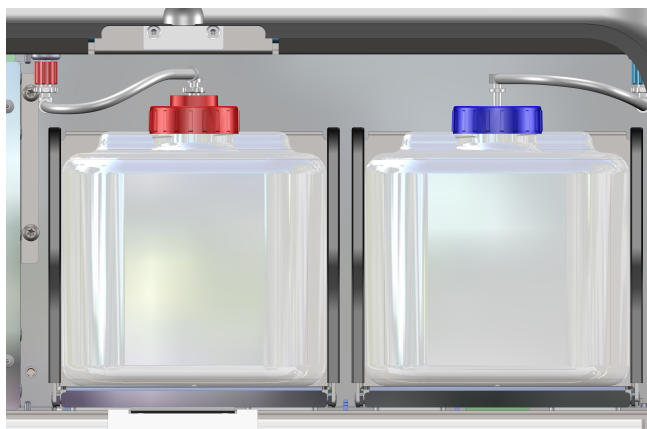

Figura 55
2. Localize o recipiente iWASTE PRO na bandeja de frasco à esquerda (Figura 55).